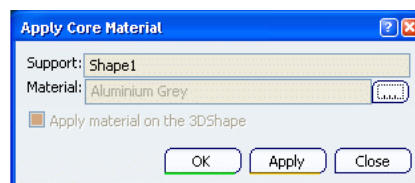

Ilustración 304: Aplicación de material ya seleccionado.
5. Finalmente se escoge el material deseado. Para nuestro ejemplo se utilizará *Aluminium Grey*. Se pulsa OK, y volverá a aparecer la ventana de aplicación de material base con el material seleccionado, como se observa en la Ilustración 304.